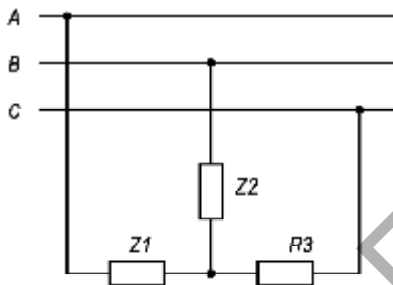

Рисунок 3.10
**Задача 3.7.** Составить схему замещения цепи (рис. 3.10). Определить фазные напряжения и токи, активную, реактивную, полную мощности. Построить векторную диаграмму напряжений и токов, используя исходные данные таблицы 3.7.